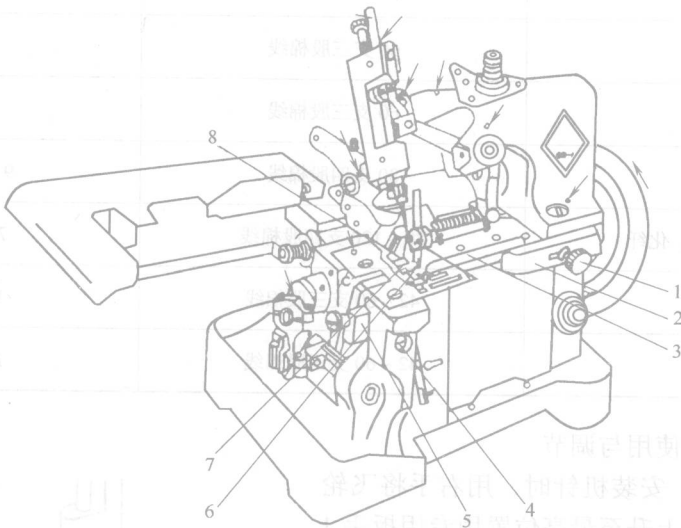

图 1-12 调节线迹宽度
3) 调节线迹宽度。根据需要可在机器的规定范围内调节线迹的宽度。如图 1-12 所示，调节线迹宽度的同时必须调节切边刀的位置和编结导块的位置。调节时先旋松拦刀架螺钉 1，将拦刀架 2 连同拦刀板 3 一起向右移动，用螺钉旋具旋松下刀架螺钉 4，旋下刀架调节螺钉 5，使下刀架左右移动，调节到所需要的位置后将下刀架螺钉 4 旋紧，最后将拦刀架 2 向